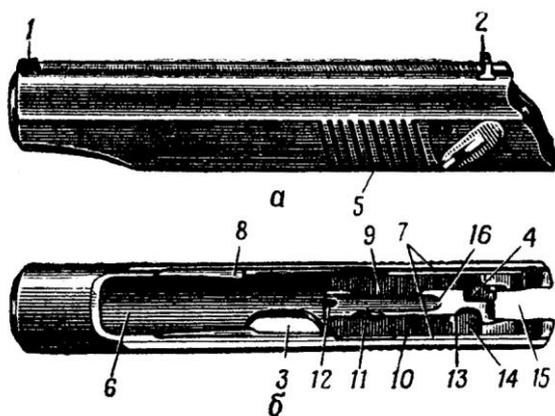

Рис. 26. Затвор:
**24. Затвор** (рис. 26) служит для подачи патрона из магазина в патронник, запираения канала ствола при выстреле, удержания гильзы (извлечения патрона) и постановки курка на боевой взвод.